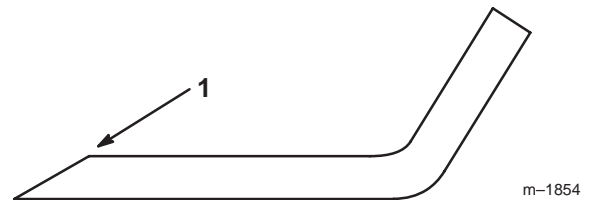

Figure 26
1. Au moyen d'une lime, aiguïsez les tranchants aux deux extrémités de la lame (Fig. 26) en veillant à conserver l'angle d'origine. Limez la même quantité de métal sur chacun des deux tranchants pour ne pas déséquilibrer la lame.